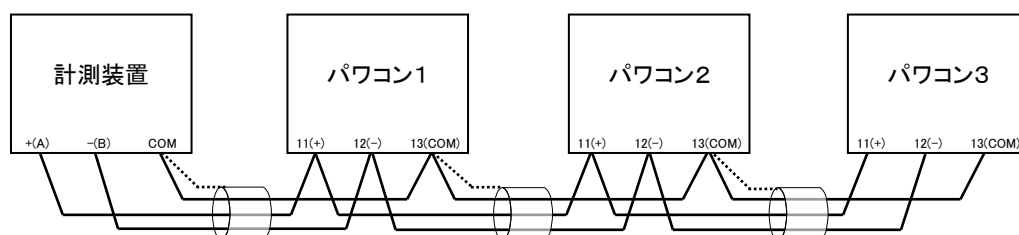

図 6.6.1 パワーコンディショナ3台設置時の接続例
- 信号用端子台(TB3)の計測装置出力(端子番号 11(+),端子番号 12(-),端子番号 13(COM))から出力されますので、計測装置へと接続して下さい。配線にはシールド付きのツイストペアケーブルを使用し、1点接地になるようにして下さい。図 6.6.1 を参考にして下さい。
- パワーコンディショナが複数台接続される場合には、各パワーコンディショナ間に対してワタリ配線を行って下さい(下図 6.6.1 参照)。